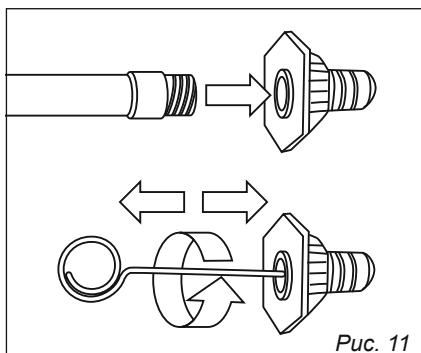

Рис. 11
1) Снимите форсунку с моющего пистолета, используя специальное устройство произведите прочистку отверстия форсунки согласно рис. 11, используя сжатый воздух продуйте отверстие в обратном направлении.